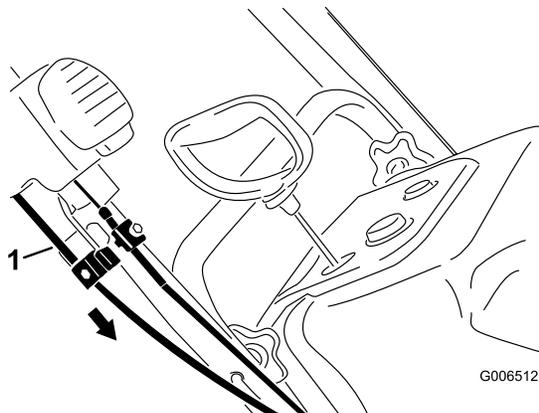

Figure 43
4. Maintenez l'éjecteur dans cette position, tirez sur la gaine du câble inférieur pour tendre le câble complètement, puis serrez la vis du serre-câble solidement (Figure 43).